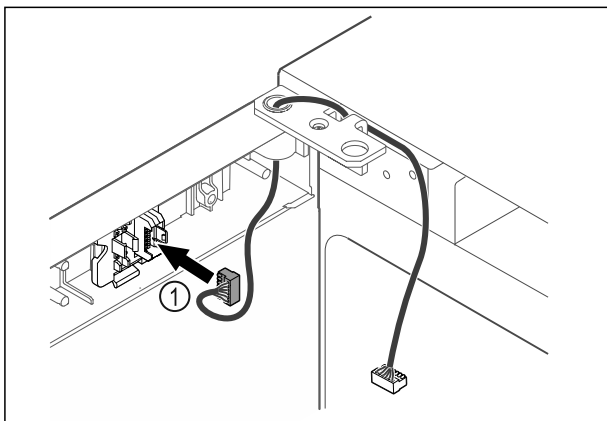

Fig. 40
- Stecker Fig. 40 (1) in Steckerhalterung einstecken.